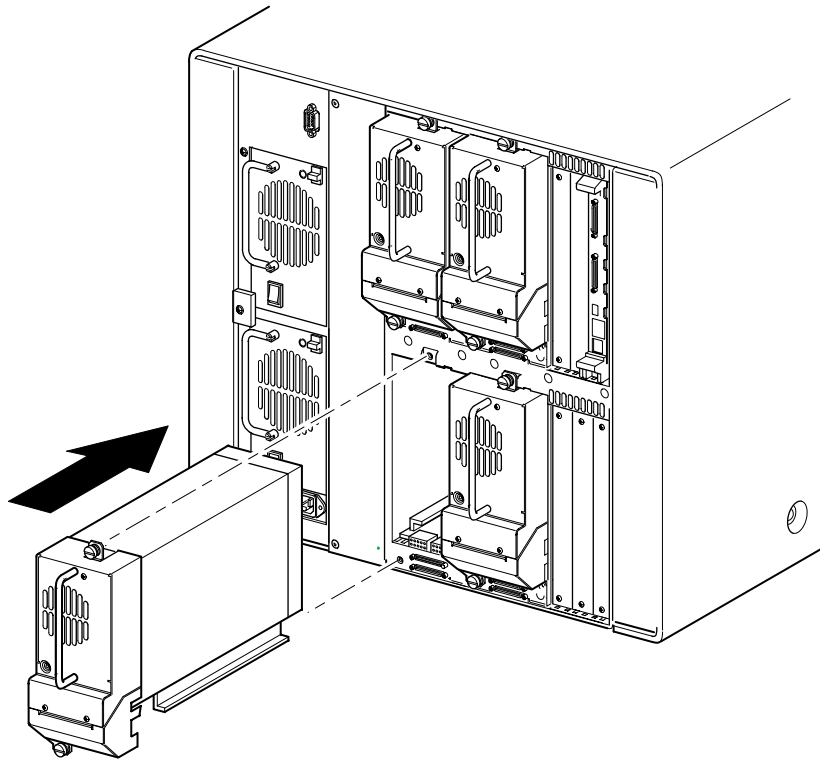

Figura D-2. Installazione di un'unità a nastro (MSL5052)
3. Inserire lentamente l'unità a nastro nell'alloggiamento. Spingere l'unità a nastro fino in fondo per fissarla completamente ai connettori posti sul lato posteriore della libreria (vedere la Figura D-2).